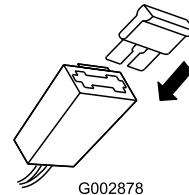

Рисунок 24
- Вставьте предохранитель в держатель предохранителя (Рисунок 24).